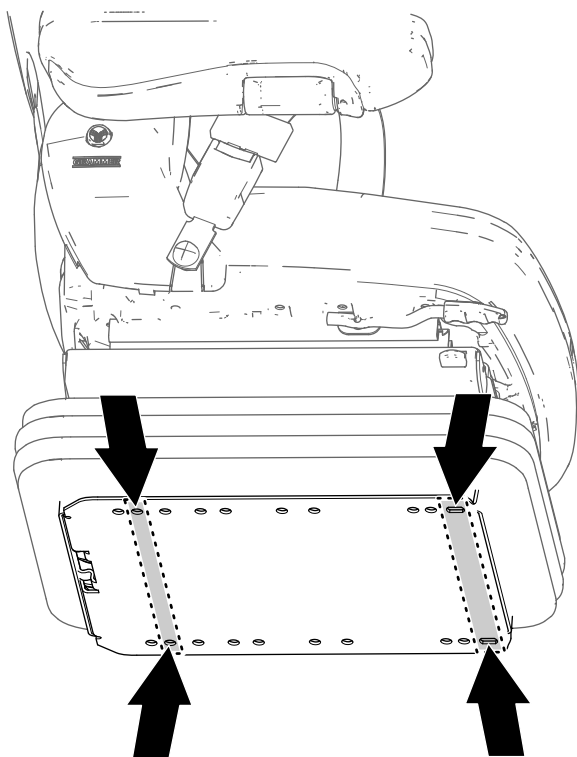

Figure 8
- 2. Sur la plaque inférieure du nouveau siège, localisez les trous de fixations du siège à votre machine (Figure 8).